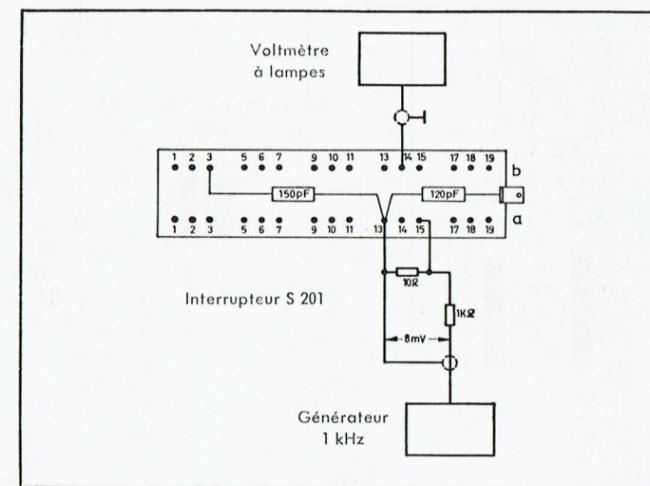

Fig. 5
- Contrôle de l'amplificateur pour 1 KHz:** Dessouder les fils de la tête aux points a 13-15 de l'interrupteur enregistrement-reproduction (S 201) et injecter en ces points un courant de 8 mV (voir fig. 5) par l'intermédiaire d'un diviseur de tension de 1 KOhm/10 Ohms. Ouvrir complètement le potentiomètre de puissance, et mettre le réglage de tonalité sur «clair».